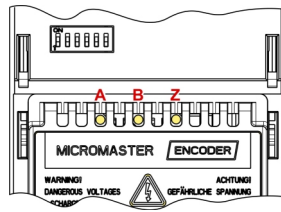

Bild 4-1 Status-LED auf der Impulsgeber-Baugruppe
- Drei LED an der Impulsgeber-Baugruppe für den Betriebszustand der Kanäle A, B und Z (siehe Bild 4-1).